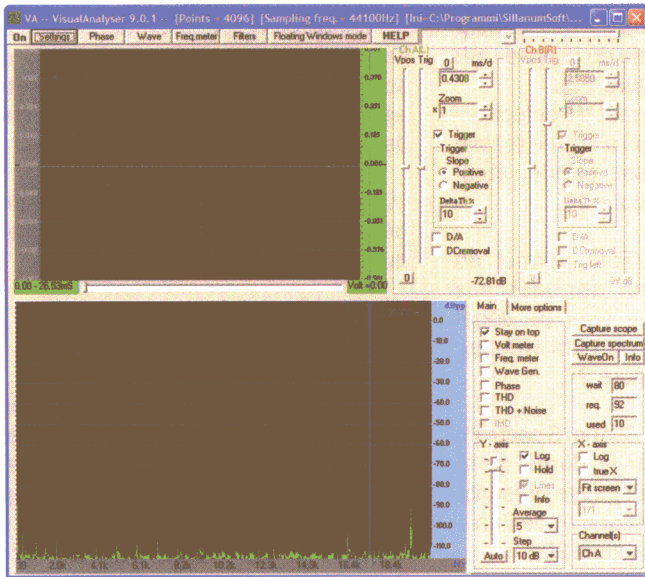
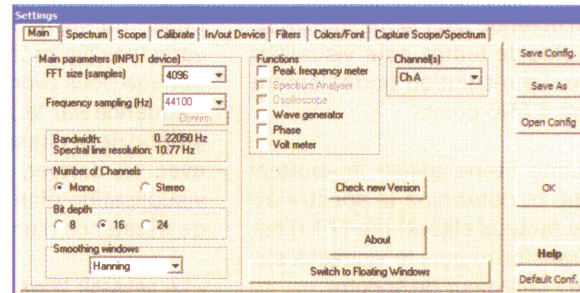

Figure 17 : Écran principal du logiciel Visual Analyser présentant les écrans de l'oscilloscope et de l'analyseur de spectre.
Figure 19 : Menu Settings (réglages) de Visual Analyser.
Afin de ne pas alourdir la description du logiciel, nous allons donner un aperçu des commandes utilisées pour effectuer les mesures proposées dans l'article. On peut utiliser Visual Analyser de deux manières : le mode standard et le mode «floating» (voir figures 17 et 18). Les deux modes se distinguent uniquement par la présentation graphique à l'écran de l'ordinateur ; le mode standard a des fonctions plus complètes alors que le mode «floating» ne propose que les fonctions essentielles. Lors de la première utilisation le logiciel se met par défaut en mode standard.
En mode standard l'ordinateur affiche l'écran principal de la figure 17 au format minimal de 790 x 637 pixels, mais on peut l'agrandir à volonté. Cet écran principal présente les deux fenêtres de l'oscilloscope et de l'analyseur de spectre et les commandes les plus courantes, lesquelles se trouvent également dans la fenêtre Settings. Celles qui sont utilisées moins fréquemment – comme les commandes de calibration de l'oscilloscope – ne sont présentes que dans la fenêtre Settings (voir figure 19). Les fenêtres concernant les autres fonctions – par exemple la fonction voltmètre ou la fonction fréquencemètre – sont gérées en dehors de la fenêtre principale et peuvent être appelées en cochant les cases correspondantes de la fenêtre Settings (voir figure 19) ou bien en cochant directement les options de la fenêtre Main, comme le montre la figure 17.
- presser la touche Default Conf. située dans la fenêtre Settings (voir figure 19).
Si au contraire vous désirez sauvegarder une configuration particulière, afin de l'utiliser plus tard pour une mesure spécifique, vous pouvez le faire en enregistrant la configuration désirée dans un fichier différent INI, simplement en pressant la touche Save as située dans la fenêtre Settings (voir figure 19) puis en renommant le nouveau fichier INI.
La fenêtre principale en mode standard (voir figure 17) contient :
La barre supérieure contient les touches suivantes (voir figure 17) :
- Le **poussoir Settings** permet d'ouvrir la fenêtre de réglage relative aux indications suivantes (voir figure 19) :
Pour configurer le logiciel il faut partir de la fenêtre principale en mode standard (voir figure 17).
Pressez le poussoir Settings de la barre des commandes et la fenêtre de la figure 19 s'ouvre.
- Contrôlez que la valeur paramétrée pour Frequency Sampling (voir figure 19) correspond bien à la fréquence d'échantillonnage de 44 100 Hz. Sinon sélectionnez cette valeur comme le montre la figure 33.
- Étant donné que nous utiliserons seulement le canal A, vérifiez que pour Number of Channels c'est bien Mono qui a été sélectionné, comme le montre la figure 19. L'indication Stereo permet de visualiser séparément le canal A ou le canal B et d'utiliser l'oscilloscope en bicourbe ou double trace.
Pressez sur la touche Settings située en haut à gauche sur la barre des commandes. La fenêtre de la figure 19 s'ouvre.
Dans l'option MAIN entrez les paramètres suivants avec les valeurs indiquées à côté, comme le montre la figure 19 :